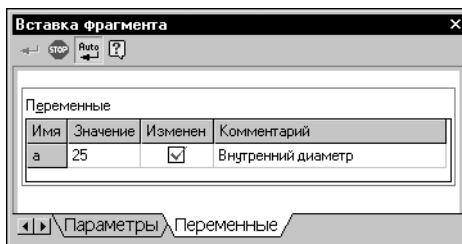

Рис. 65.28. Ввод значения переменной
2. На Панели свойств раскройте вкладку **Переменные** и введите новое значение переменной — 25 (рис. 65.28).